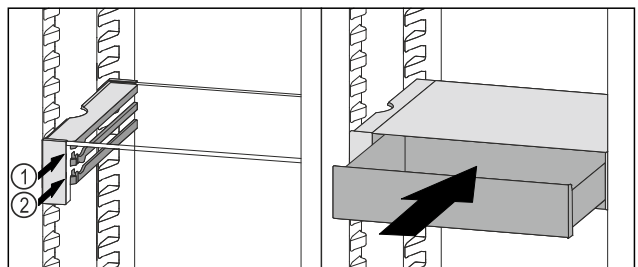

Fig. 143
- VarioSafe-Schubfach hinter den Stoppern auf gewünschter Rippe Fig. 143 (1) oder Fig. 143 (2) aufsetzen.